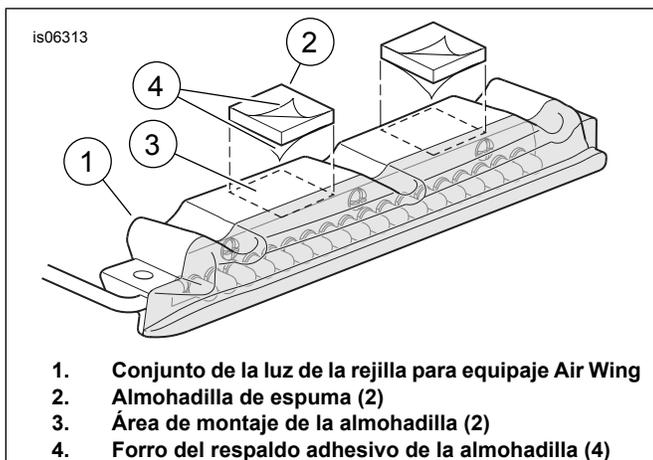

Figura 1. Sujeción de las almohadillas de espuma a la luz
5. Limpie las áreas de montaje de las almohadillas de espuma (E) en la parte inferior del travesaño trasero de la rejilla y (vea Figura 1) en la luz (3) con una mezcla de 50 a 70% alcohol isopropílico y 50 a 30% de agua destilada. Permita que seque completamente.